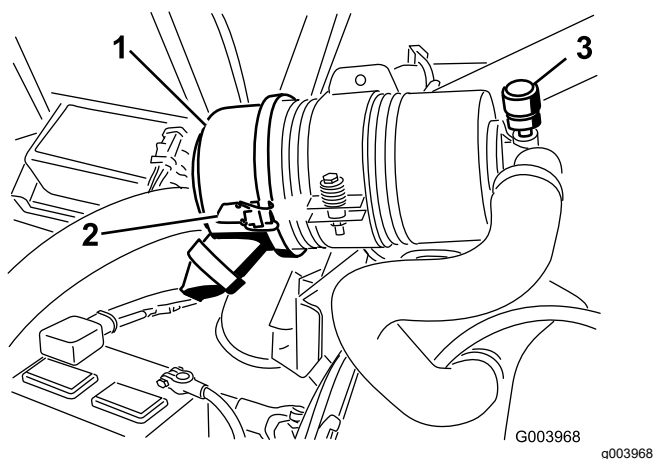

Рисунок 73
Обслуживание фильтра воздухоочистителя следует производить только после покраснения индикатора необходимости технического обслуживания (Рисунок 73). Замена воздушного фильтра без необходимости только повышает вероятность попадания грязи в двигатель при извлечении фильтра.
1. Отпустите защелки, фиксирующие крышку воздухоочистителя на его корпусе (Рисунок 73).